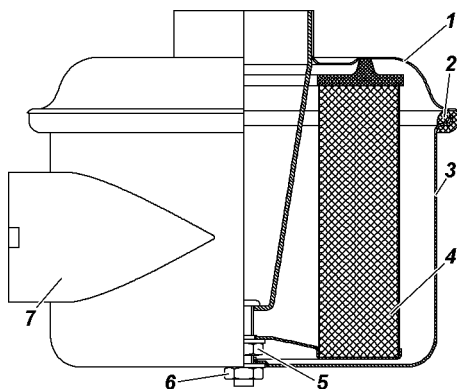

Рис. 9.9. Воздушный фильтр:
- отверните гайку 6 (рис. 9.9) и выньте из корпуса фильтра крышку 1 с фильтрующим элементом 4;